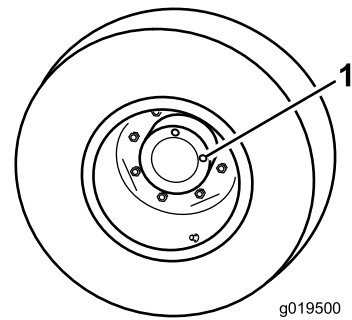

Figura 12
1. Com a máquina numa superfície nivelada, posicione a roda de forma a que um tampão de verificação (**Figura 12**) fique na posição das 12 horas e o outro na das 3 horas.
2. Retire o tampão da posição das 3 horas (**Figura 12**). O óleo deve ficar ao nível do fundo do orifício do tampão de verificação.